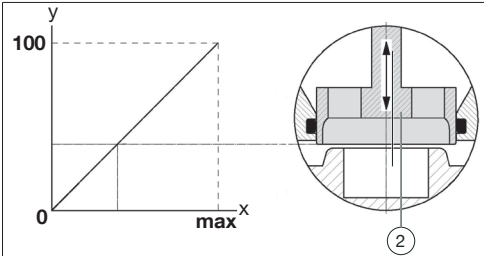

Abb. 5: Lineare Kennlinie der Reguliereinheit
(1)	Membraneinheit (Durchflussreguliereinheit)
(2)	Reguliereinheit
(3)	Sollwerteinheit (Durchflussreguliereinheit)
(4)	Messblendeneinsatz
Das kombinierte Regel- und Regulierventil „Cocon QTZ“ von Oventrop hat die Funktion eines Durchflussreglers, der den Differenzdruck (p1 – p2) durch die integrierte Membran-Einheit (1) auf einem konstanten Wert hält. Dabei werden sowohl die Reguliereinheit (2) als auch die auf einen maximalen Durchflusswert einstellbare Sollwerteinheit (3) (gemäß Handrad-Einstellung) vor externen Druckschwankungen (p1 – p3) geschützt. Diese können z.B. durch das Zu- oder Abschalten von Anlagenteilen entstehen. Das „Cocon QTZ“ kann einen Stellantrieb aufnehmen, der die Reguliereinheit (2) betätigt. Diese besitzt eine annähernd lineare Kennlinie (siehe Abb. 5). Mit Hilfe von Stellantrieben und Raumthermostaten können z.B. Raumtemperaturen geregelt werden. Der maximale Volumenstrom (Vollast) wird hierbei durch die Voreinstellung am Handrad gewählt. Der Teillastbetrieb wird durch den Stellantriehub vorgegeben. Die Ventilautorität des „QTZ“-Ventils beträgt innerhalb des wirksamen Ventilhubs 100 % (a = 1). Dies gilt auch für den Teillastbetrieb bei stetiger Regelung, z.B. in Kombination mit 0-10 V Stellantrieben.